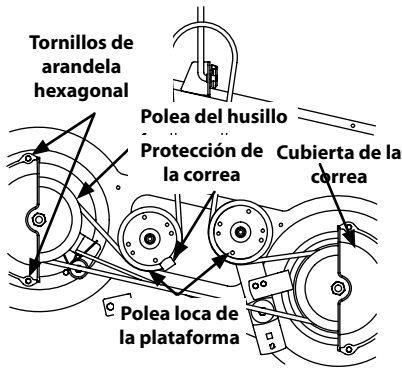

Figura 4-18
2. Extraiga las cubiertas de la correa retirando los tornillos con arandela hexagonal que las sujetan a la plataforma. Consulte la Figura 4-18.
4. Retire con cuidado la correa de la plataforma de alrededor de las dos poleas del husillo y las dos poleas locas de la plataforma. Consulte la Figura 4-18.
5. Para colocar la correa nueva, comience pasando la correa alrededor de las dos poleas exteriores del husillo como se muestra en la Figura 4-18.
6. Pase la correa alrededor de las dos poleas locas de la plataforma, como se ve en la Figura 4-18.
9. Reinstale la plataforma, comprobando que la correa se ha pasado alrededor de las poleas como se indica. Consulte la Figura 4-18.